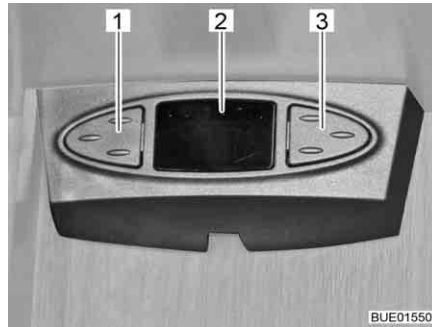

Fig. 34 Souris sat
Souris sat Suivant le modèle, l'antenne parabolique est équipée d'une souris sat. L'affichage (Fig. 34,2) de la souris sat indique la chaîne réglée. Les deux touches servent à la commande des fonctions de base de l'antenne parabolique (changement de chaîne, allumer/éteindre).
- Choisir la chaîne précédente dans la liste de chaînes : Appuyer sur la touche gauche (Fig. 34,1).
- Choisir la chaîne suivante dans la liste de chaînes : Appuyer sur la touche droite (Fig. 34,3).
- Passer de radio à TV et inversement : Appuyer brièvement en même temps sur les touches (Fig. 34,1 et Fig. 34,3).
- Allumer/éteindre le récepteur : Appuyer en même temps sur les touches (Fig. 34,1 et Fig. 34,3) et les maintenir pressées.